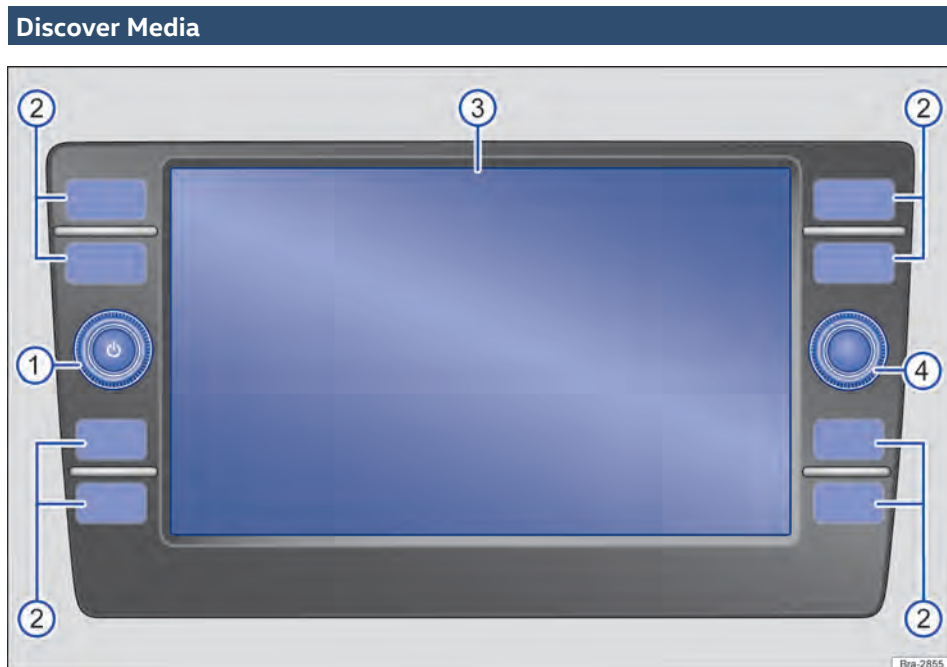

Fig. 128 Vista geral dos comandos.
O aparelho é fornecido em diferentes variantes, diferenciadas pela inscrição e função dos botões do rádio → Fig. 128 ②.
- ① **Botão rotativo e de pressão** :
- ② **Botões do rádio:** pressionar para acessar uma superfície de função.
- ③ **Display:** tela de toque.
- ④ **Botão de configurações:** a função depende da respectiva condição de operação.